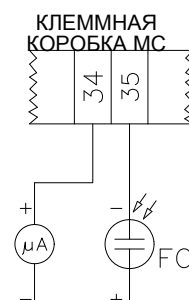

Рис. 40 - Детектирование с фотоэлементом QRA..
- Проверить и аккуратно почистить фотоэлемент UV улавливания пламени и, если необходимо, заменить его. В случае возникновения сомнения, проверить контрольный контур, после того, как горелка будет вновь запущена, согласно схеме на Рис. 40;
Чтобы проверить ток у контрольного фотоэлемента, следуйте схемам на Рис. 40. Если электрический импульс ниже указанного значения, проверьте положение контрольного фотоэлемента, электрические соединения и, при необходимости, замените фотоэлемент.